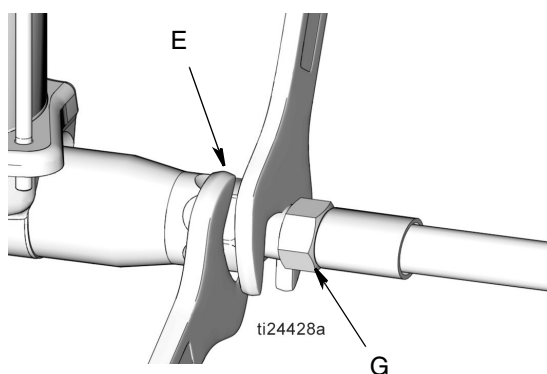

FIG. 7
1. Fermer la **vanne d'air principale de type purgeur (F)** (nécessaire dans le système).
2. Fermer la **vanne d'arrêt (V)** de la **pompe/système d'alimentation d'entrée d'huile (DD)**.
3. **Pratiquer une décompression** dans le système en faisant tourner deux clés dans le sens opposé l'une de l'autre sur la **sortie de la pompe (E)** et le **raccord de la conduite d'alimentation (G)** pour **desserrer lentement** le raccord jusqu'à ce qu'il soit libre et qu'il n'en sorte plus de lubrifiant ou d'air (FIG. 7).